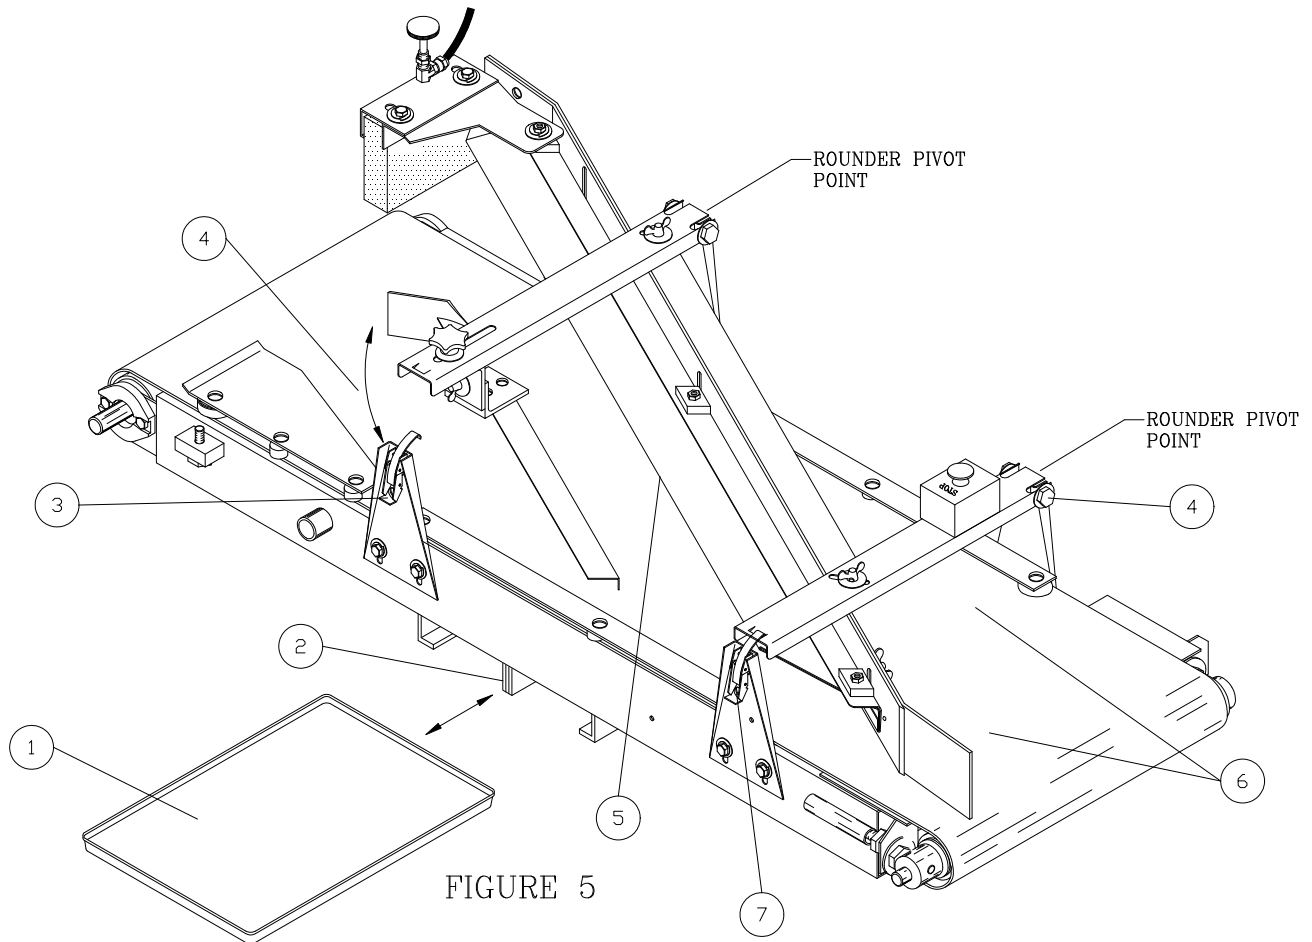

FIGURE 5
TO RELEASE THE ROUNDER ASSEMBLY FOR CLEANING, FLIP THE SPRING LOCKS (3) LOCATED AS SHOWN IN FIGURE 5. THIS IS ALL THAT IS REQUIRED TO PIVOT THE ROUNDER ASSEMBLY AWAY FROM THE CONVEYOR FOR CLEANING.